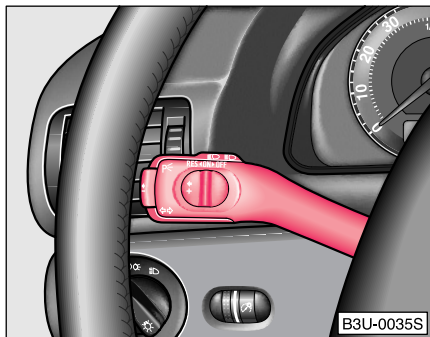

Fig. 39 Maneta pentru luminile de semnalizare și pentru luminile de drum
- Apăsați în față maneta pentru luminile de drum ⇒ pagina 59, Fig. 39.
- Împingeți maneta în sus ⇒ Fig. 39.
- Împingeți maneta în jos ⇒ Fig. 39.